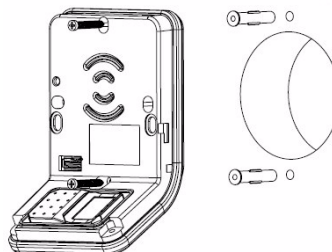

Figure 3.2: Fixation du corps du terminal
7. Fixer le corps du terminal au mur à l'aide des 2 vis M3X25 (voir Figure 3.2).